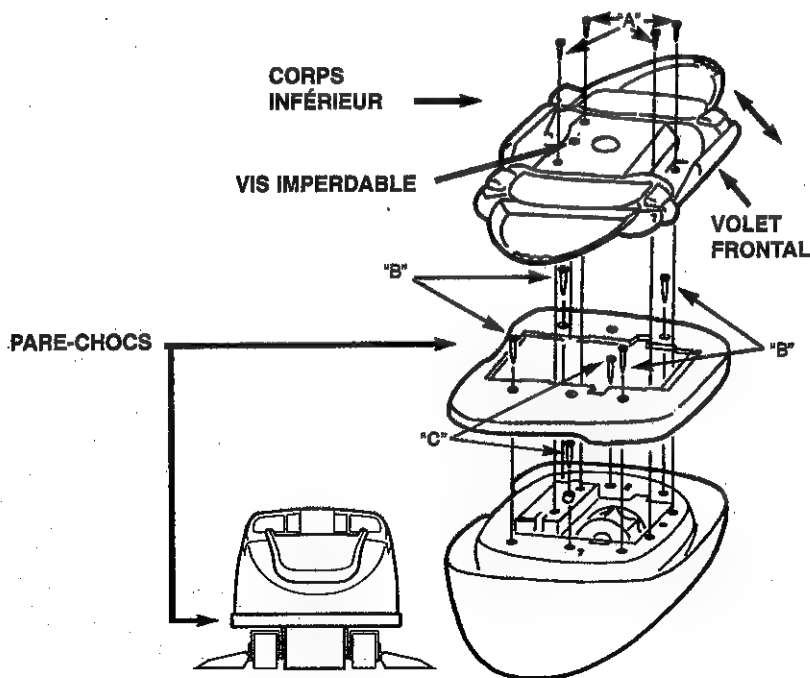

Figure 13
(voir Figures 13, 14 et 15).
- g) Enlevez quatre (4) vis 'A' (voir Figure 13).
- h) Ôtez le Corps Inférieur du Navigator en le soulevant (voir Figure 13).
- i) Enlevez quatre (4) vis 'B' (voir Figure 13).
- k) Enlevez quatre (4) vis 'C' (voir Figure 13).